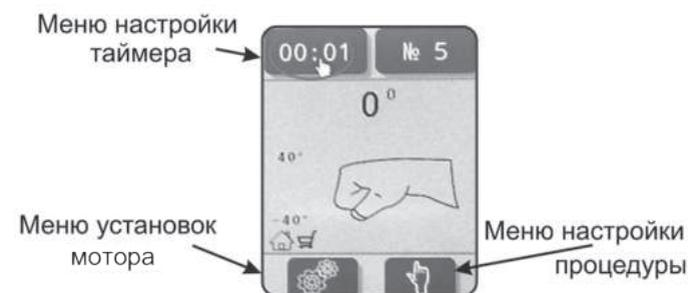

Рисунок 5.4 – Дисплей режима готовности
### 5.2 Дисплей режима готовности (см. рис. 5.4):
1. Подключите вилку сетевого кабеля (7) в розетку переменного тока 220В 50Гц с заземляющим контактом.
2. Включите Apparata с помощью выключателя «СЕТЬ» (6). После включения Apparata слышен звуковой сигнал, на дисплее появляется логотип производителя.
3. По окончании загрузки на дисплее отображается дисплей режима готовности (см. рис. 5.4).
После однократного нажатия любой кнопки Аппарат перейдет в режим «Пауза», о чем сообщит мигающая в зоне В пульта управления иконка . В данном режиме дисплей переходит в состояние и выбор меню (см. рис. 5.4): иконки панели становятся активными и появляется возможность оперативно изменить (скорректировать) режим работы аппарата.